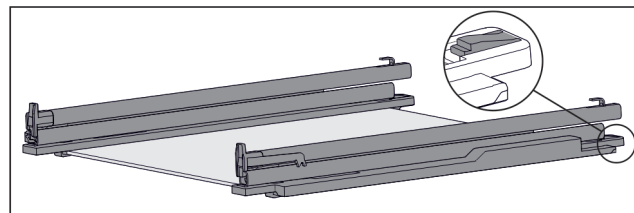

Fig. 95 Sklenená doska s koľajničkami a pridrznými dielmi
- ▶ Potlačte pridrzný diel vzadu nadol (pozri Fig. 95) a súčasne posuňte koľajničku dozadu.